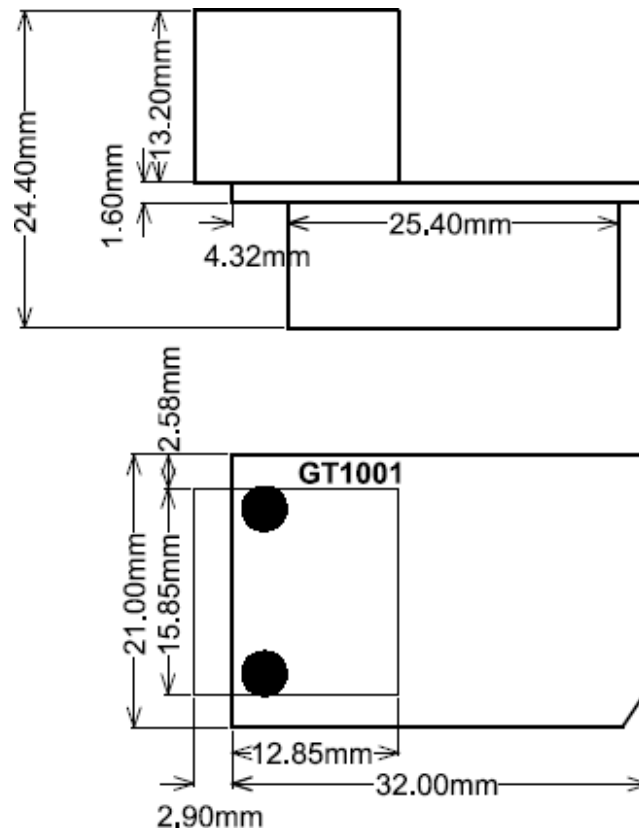

Abb. 4 Mechanische Abmessungen des GT1001
- 1) Wählen Sie **J1** und **J2** in Abbildung 4 jeweils an den Steckbrücken <3,4>.
- 1) Wählen Sie **J1** und **J2** in Abbildung 4 jeweils an den Steckbrücken <5,6>.
- (4) Schlüsselkontroll-Referenzschaltkreis